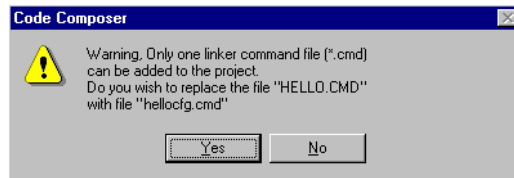

图 5.33 链接命令文件警示
(1) 执行菜单命令 Project→Add Files to Project, 将 hello.cbd 加入, 此时工程视图将添加一个名为 DSP/BIOS Config 的目录, hello.cbd 被列在该目录下。
(2) 链接输出的文件名必须与.cdb 文件名一样, 在 Project→Build Options 的 Linker 栏中将输出文件名修改为 hello.out。
(3) 执行菜单命令 Project→Add Files to Project, 将 hellocfg.cmd 加入 CCS 中。由于工程中只能有一个链接命令文件, 因此产生如图 5.33 所示的警告信息。